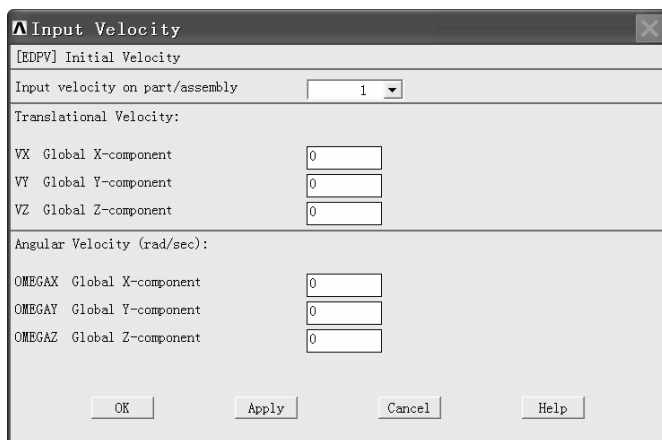

图 6-19 “Input Velocity” 窗口
(1) 依次选择 Main Menu>Preprocessor>LS-DYNA Options>Initial Velocity>On Parts>w/ Nodal Rotate, 弹出“Input Velocity”窗口(见图 6-19)。
(2) 在“Input Velocity”窗口中“Input velocity on part/assembly”后的方框中选择“2”; 在“VY Global Y-component”后的方框中输入“-5”, 然后单击“OK”按钮。